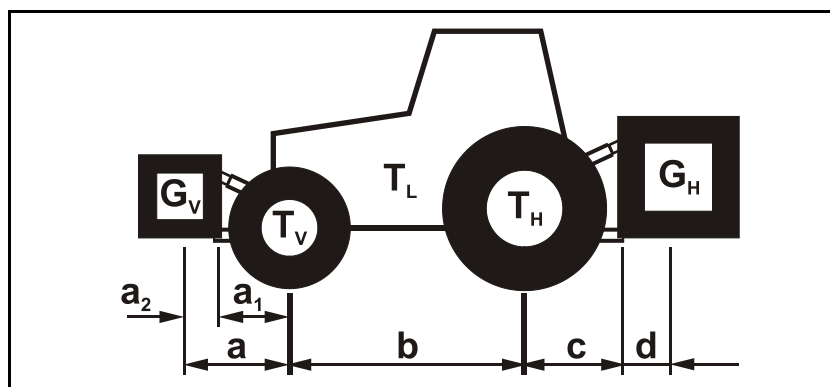

Рис. 31
- распределяющие диски (Рис. 31/1),
- насадку (Рис. 31/2),
- Trimmer, справа и слева (Рис. 31/3)
- грязеуловители, справа и слева (Рис. 31/4)
- лестницы, справа и слева (Рис. 31/5)
- трубчатый предохранительный обод (Рис. 31/6)
- освещение (Рис. 31/7)